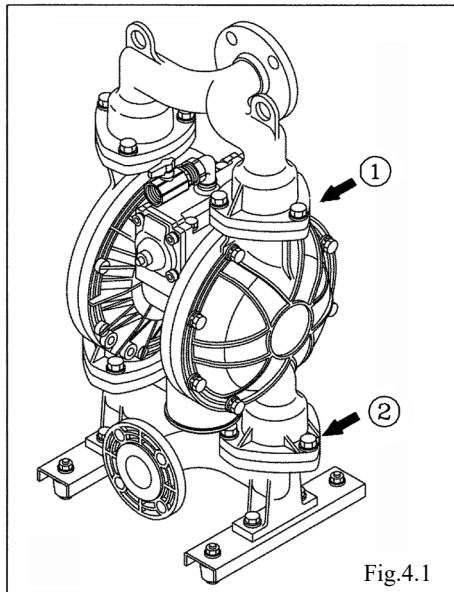

Fig.4.1
- 拆下输出分歧管的6处（NDP-80为8处）安装螺栓①，取下输出分歧管。〈Fig.4.1〉
- 拆下输入分歧管的6处（NDP-80为8处）安装螺栓②，取下输入分歧管。〈Fig.4.1〉